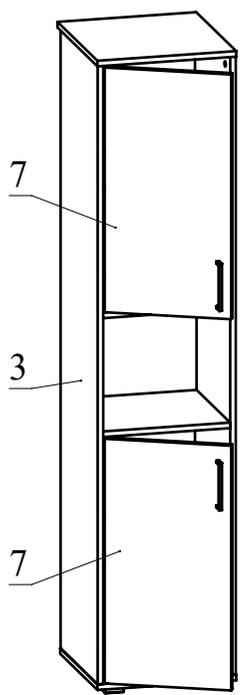

Рис.8
10. Установите ручки на деталях 7 и закрепите их при помощи шурупов 4x30 с круглой головкой (Рис. 8).